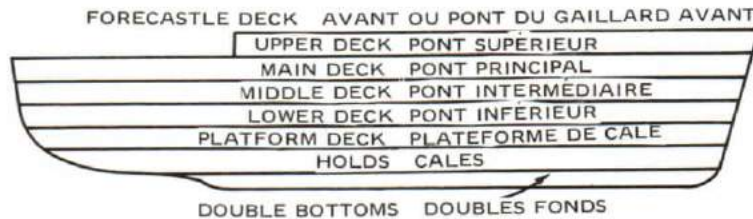

Figure 6-6
10. There are more decks than one in a ship just as there are more floors than one in a building. You will see that there is a number system for identifying the decks, but for ease of reference, there are also names given to the decks. Figure 6-6 gives the names of the decks one may encounter in a warship.
10. De même qu'une maison comporte plusieurs étages, un navire compte plusieurs ponts. Vous verrez que ces ponts sont identifiés par des numéros, mais, pour faciliter leur désignation, on leur donne aussi des noms. Vous verrez à la figure 6-6, le nom des ponts qu'on trouve sur un navire de guerre.